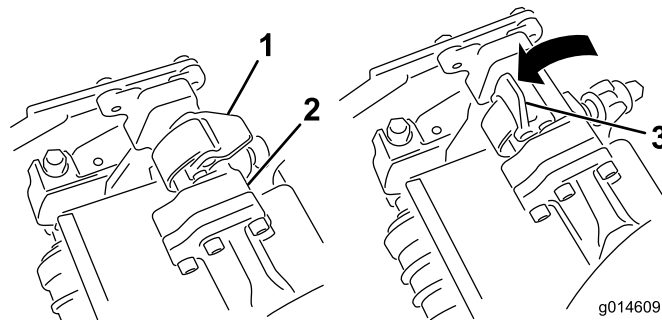
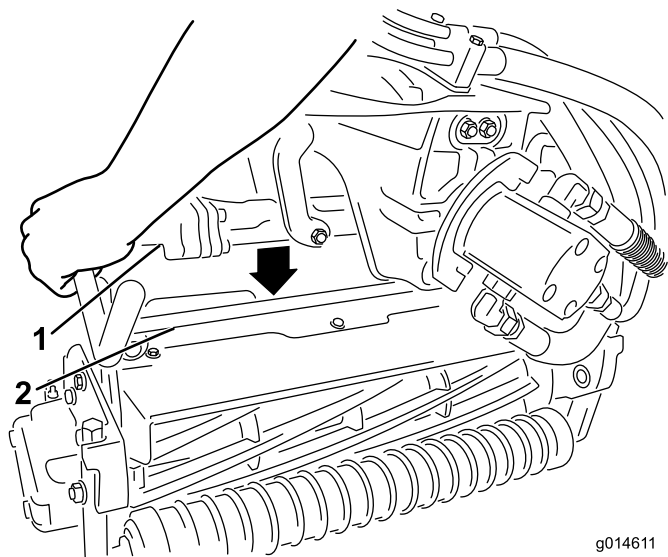

图36
图37
4. 当悬挂臂架上的门锁指向上方（即打开）时（图 36），向下压悬挂臂，使悬挂臂架与滚刀组上方的支架相契合（图37）。
5. 向下并绕着滚刀组架关闭门锁，将它们锁定到位（图36）。
5. 打开您正在拆下的滚刀组悬挂臂上的门锁（图36）。